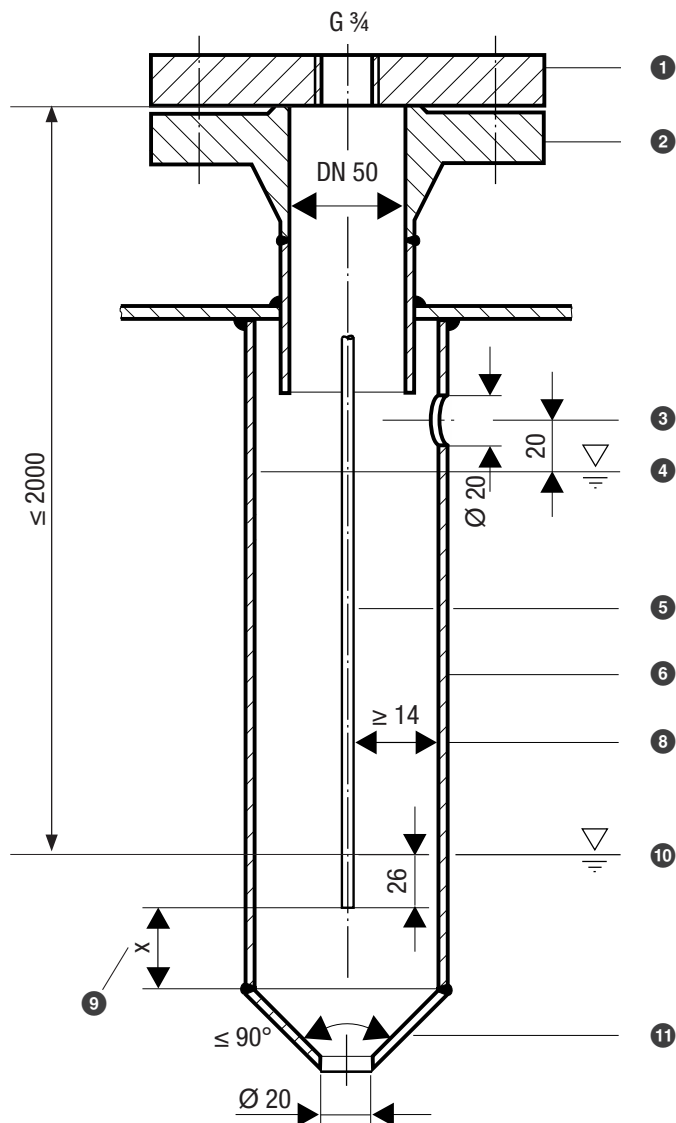
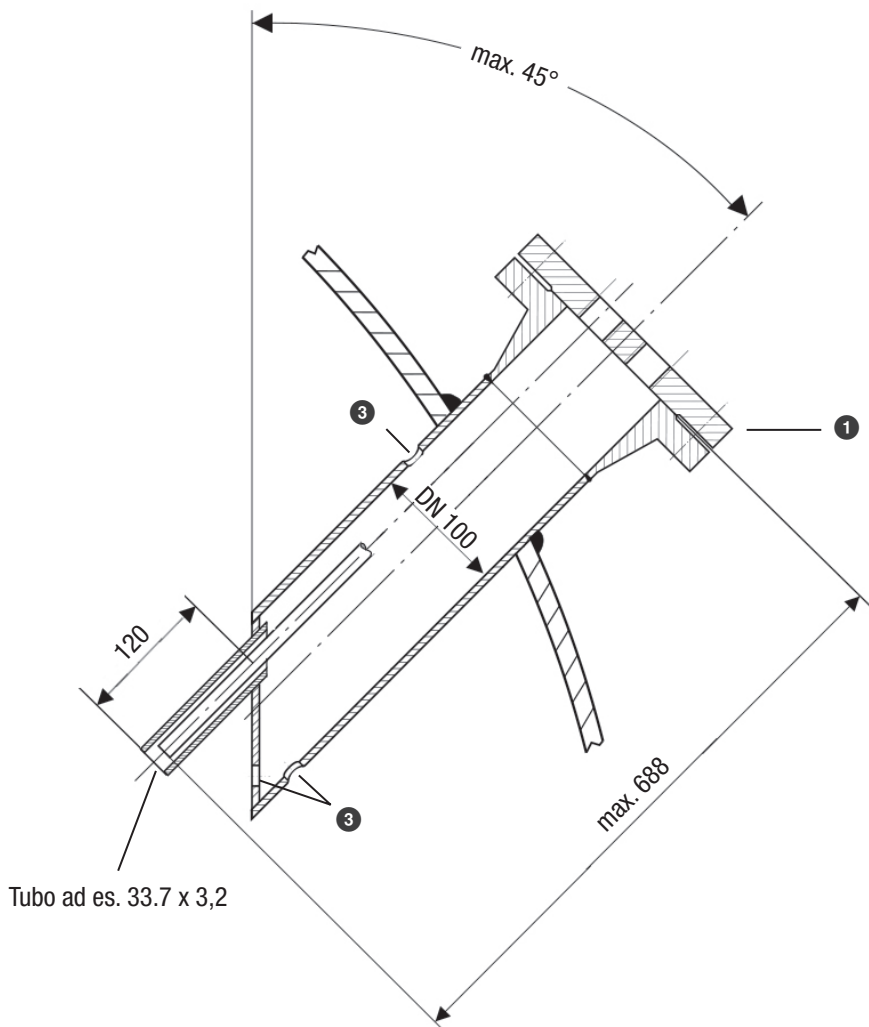

Fig. 12
Fig. 16
- Durante il montaggio della sonda di livello attenersi sempre alla distanza minima, ved. Esempi di installazione Fig. 12 - Fig. 16.
L'angolo di inclinazione della sonda di livello - se si esclude l'utilizzo in una flangia a due fori - può ammontare a 45°, mentre la lunghezza dell'elettrodo è limitata a max. 688 mm, ved. Fig. 16.
Esempio di installazione con ingombri, ved Fig. 12, pagina 30
Legenda da Fig. 12 a Fig. 16
- ❶ Fig. 12, 13: Flangia (PN 40, DN 50) DIN EN 1092-01 (sonda singola)